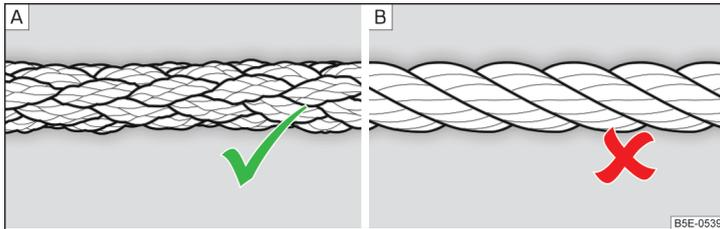

Fig. 158 Cable para remolcar trenzado / Cable para remolcar en espiral
Para el remolque por medio de un cable de remolque, usar solamente un cable de fibra plástica tejida » fig. 158 - [A] » **I**.
- Para remolcar no debe utilizarse ningún cable de remolque en espiral » fig. 158 - [B], la argolla de remolque puede desenroscarse en el vehículo. - ¡Existe peligro de accidente!